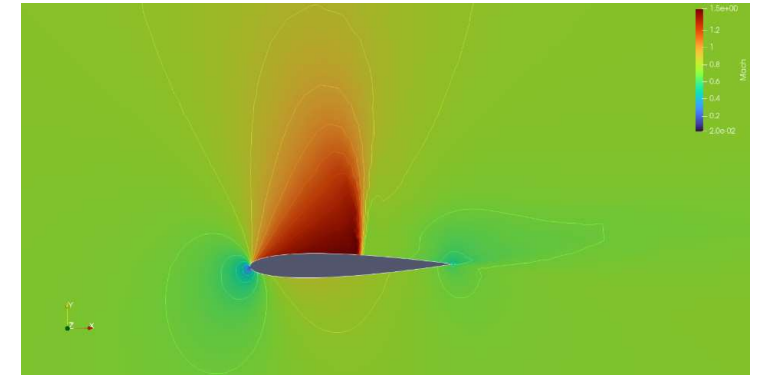

Fig. 12 Mach 분포도
- **Fig. 12 (Mach 분포도):** 상부 표면에서 국소 초음속 영역과 충격파 발생 확인.